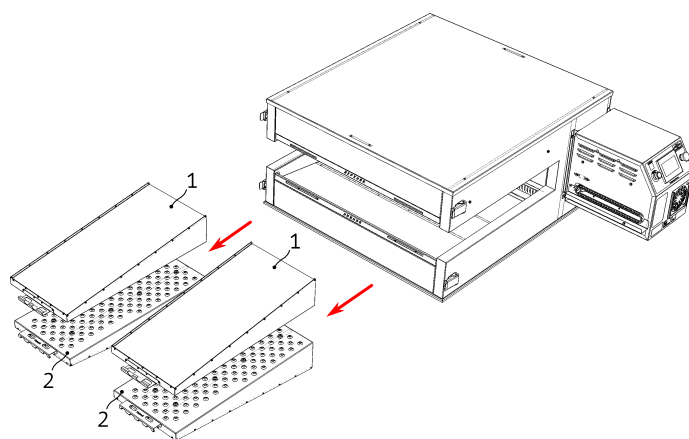

Рисунок 10
4. Вытащите верхние 1 и нижние 2 воздуховоды, см. Рис. 10.